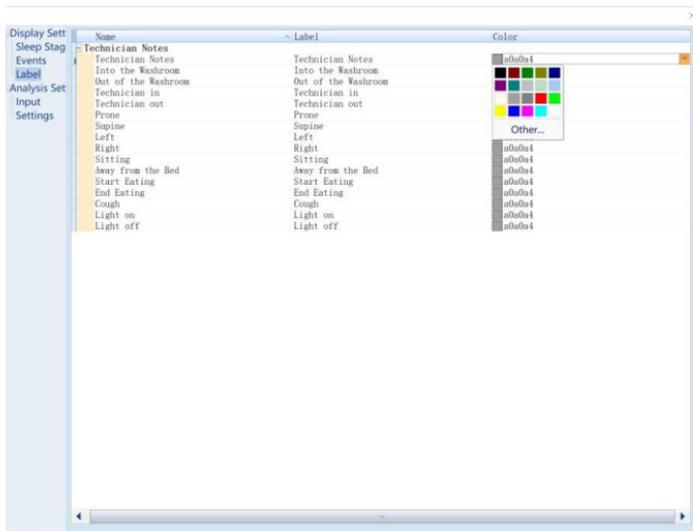

Figura 2-46
- La etiqueta incluye Notas del técnico, haga clic en el menú desplegable para cambiar el color de la etiqueta como se muestra en la Figura 2-46.